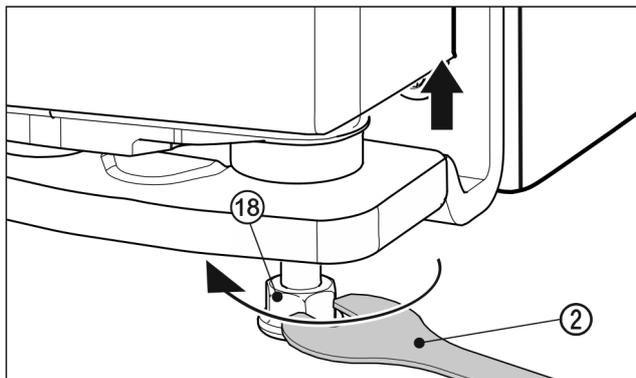

Fig. 26
- Para levantar la puerta, desenroscar hacia la derecha la pata de apoyo Fig. 26 (18) con la llave de boca Fig. 26 (2) suministrada hasta que entre en contacto con el suelo. A continuación, seguir desenroscando hasta que la puerta esté ajustada en altura. En el estado de entrega, el perno de apoyo está completamente enroscado.